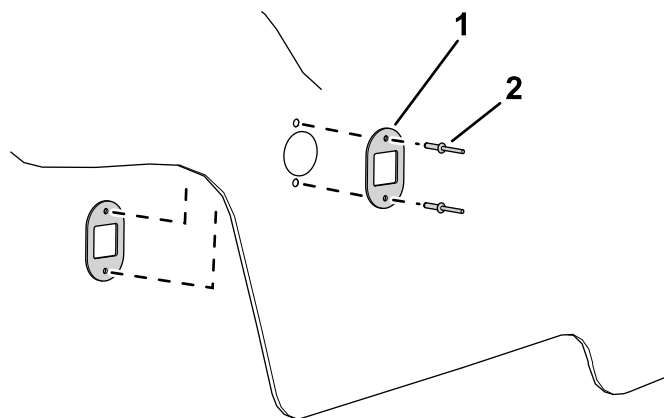

Figura 4
5. Utilize dois rebites de meia polegada para prender as placas do trinco ao capot (Figura 4).